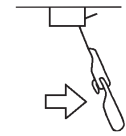

Abb. 16
- 6) Schieben Sie den Behälterendscharter nach rechts in die Position "Eisvorratsbehälter voll". Halten Sie den Scharter bis der Eiswürfelbereiter nach 10 Sekunden stoppt. Siehe Abb. 16.